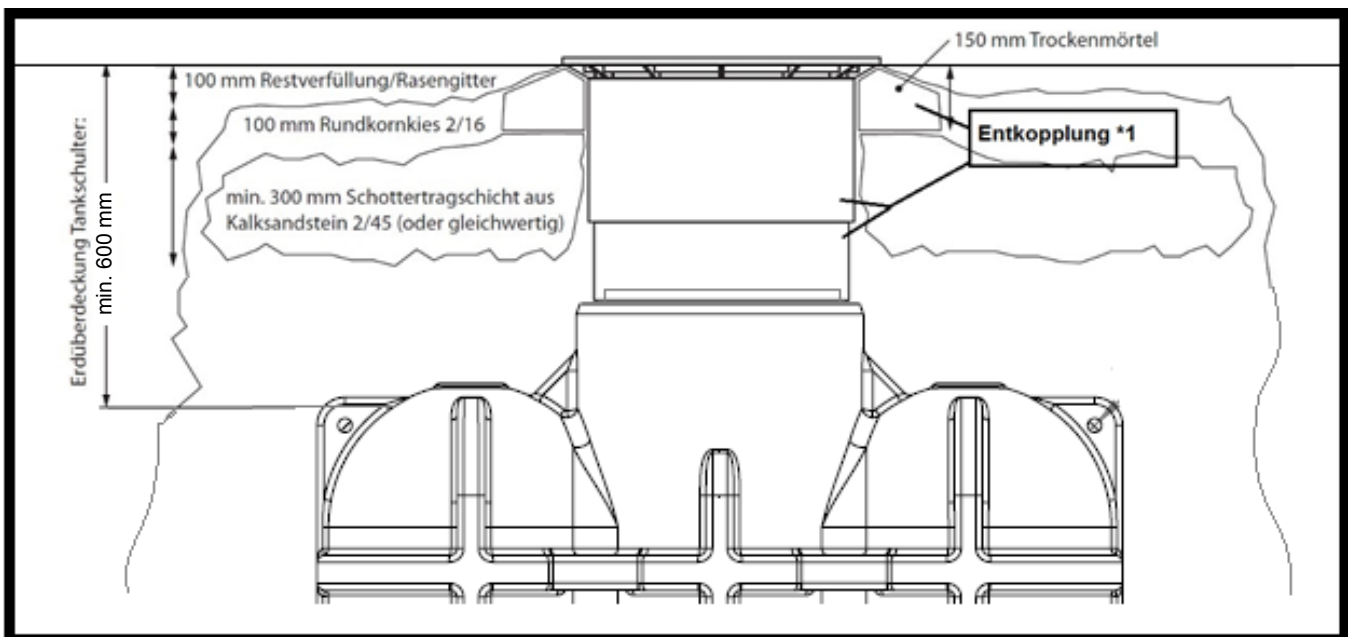

Abbildung 5: Bauseitige Herstellung eines befahrbaren Überbaus mit Domschacht lang
- Ergänzend zur Schottertragschicht wird **unterhalb des Rahmens der Abdeckung** eine ca. 150 mm hohe Unterfütterung aus Trockenmörtel (Fertigmischung aus dem Baumarkt) aufgebracht. Diese Schicht muss umlaufend min. 200 mm breit sein und ist direkt am Teleskopdom auszuführen. **Entkopplung *1 Abbildung5**